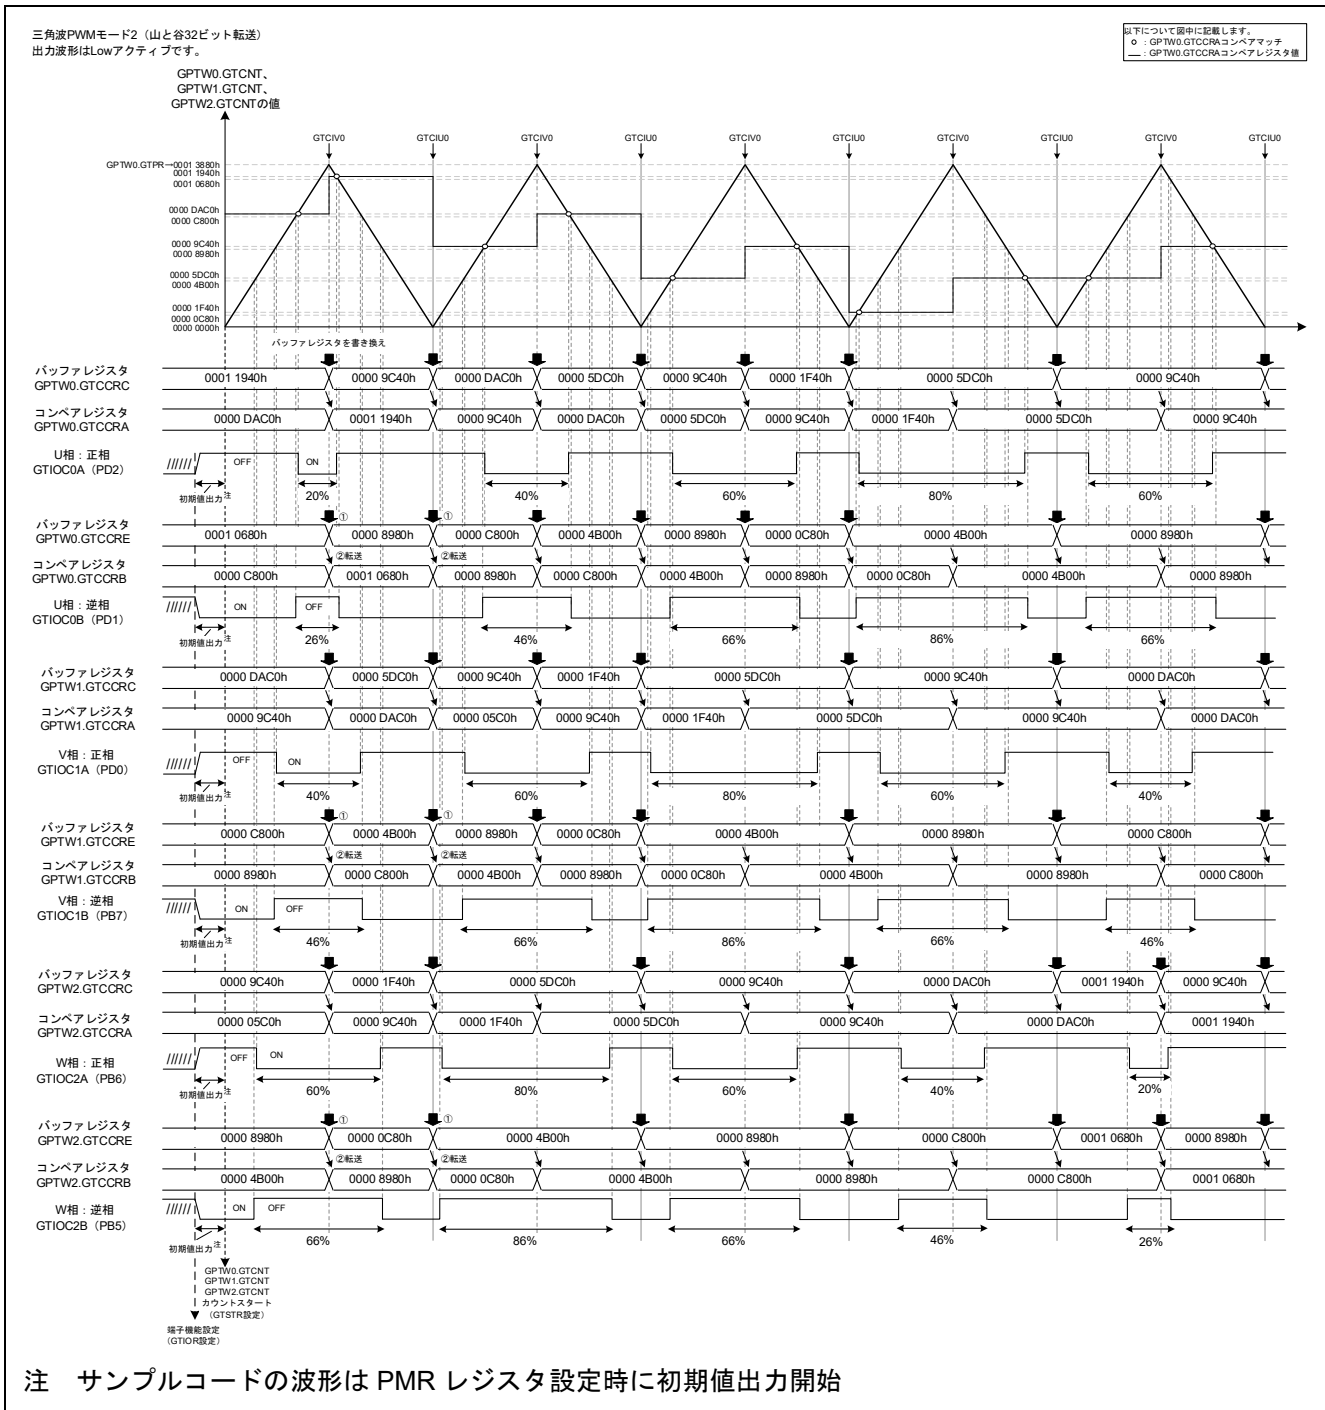

図 4-66 デッドタイム自動設定機能 未使用 (三角波 PWM モード 2)
デッドタイム自動設定機能を未使用時 (GTDTCR.TDE ビットが "0") の動作を図 4-66 に示します。
逆相も正相と同様に、GTCNT カウンタのオーバフロー割り込み (GTCIV0)、および GTCNT カウンタのアンダフロー割り込み (GTCIU0) 発生時にバッファレジスタ GTCCRE の書き換え (図 4-66 ①) を行い、GTCNT カウンタのオーバフロー発生時 (山) にバッファレジスタ GTCCRE からコンペアレジスタ GTCCRB へ転送 (図 4-66 ②) し、コンペア値を更新します。